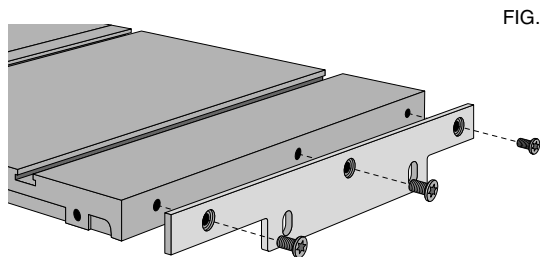

FIG. 9
PASO 15. Afiance el puntal de soporte (Fig. 9).